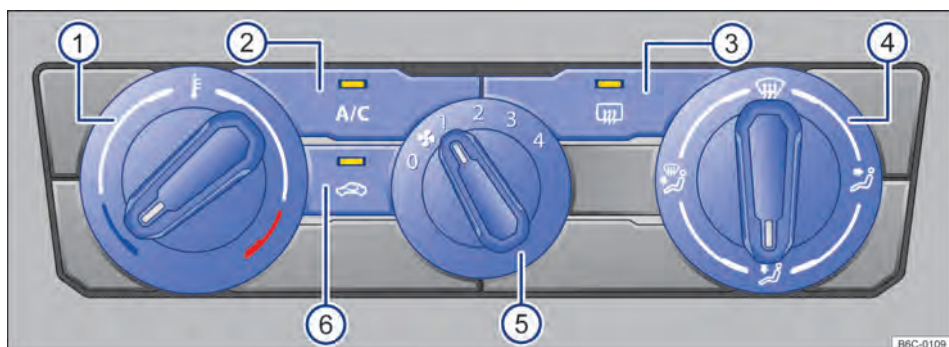

Fig. 84 Mandos del aire acondicionado.
- **Aire acondicionado:** girar el regulador del ventilador al nivel 0 → fig. 84 (5).
- **Climatronic:** deslizar el dedo hacia la izquierda bajo el botón de función → fig. 84 (7), después de presionar la tecla  de la extremidad izquierda.
- **Aire acondicionado:** presionar el botón  → fig. 84 (2) para encender y apagar el funcionamiento de la refrigeración.
- **Aire acondicionado:** girar el regulador giratorio izquierdo → fig. 84 (1).
- **Aire acondicionado:** girar el regulador del ventilador → fig. 84 (5).
- **Aire acondicionado:** presionar el botón  → fig. 84 (6).
- **Aire acondicionado:** girar el regulador de la derecha → fig. 84 (4) a la posición deseada.
- **Aire acondicionado:** girar el regulador derecho a la posición  → fig. 84 (4).
- **Aire acondicionado:** presionar el botón  → fig. 84 ③.